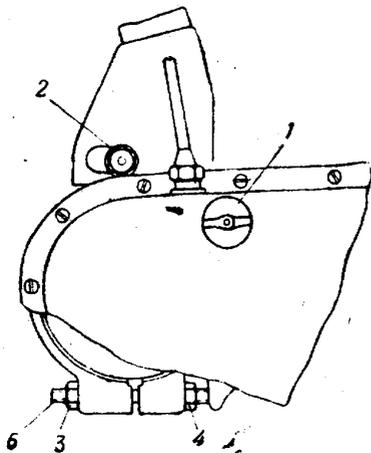

Рис. 26. Регулировка натяжения цепи генератора:
3. Отвернуть и поднять защитные трубки клапанов. С нижней части стержня 1 (рис. 26) клапана и головки регулировочного болта 2 удалить смазку.
1. Вынуть пробку контрольного отверстия 1 (рис. 26) на крышке картера привода генератора.